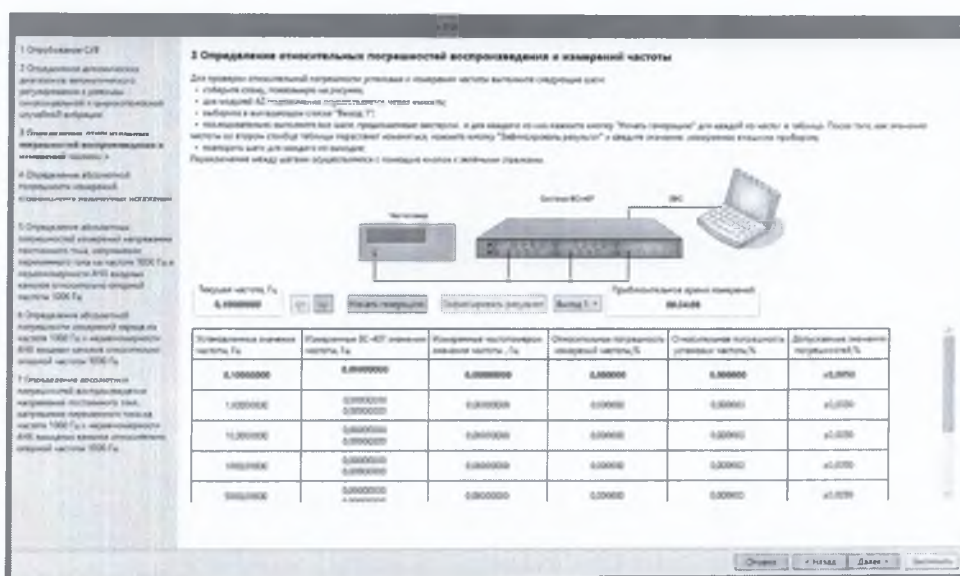

Рисунок 7.2.10
7.2.3.1 Собрать схему, изображенную в окне мастера поверки (рисунок 7.2.10).